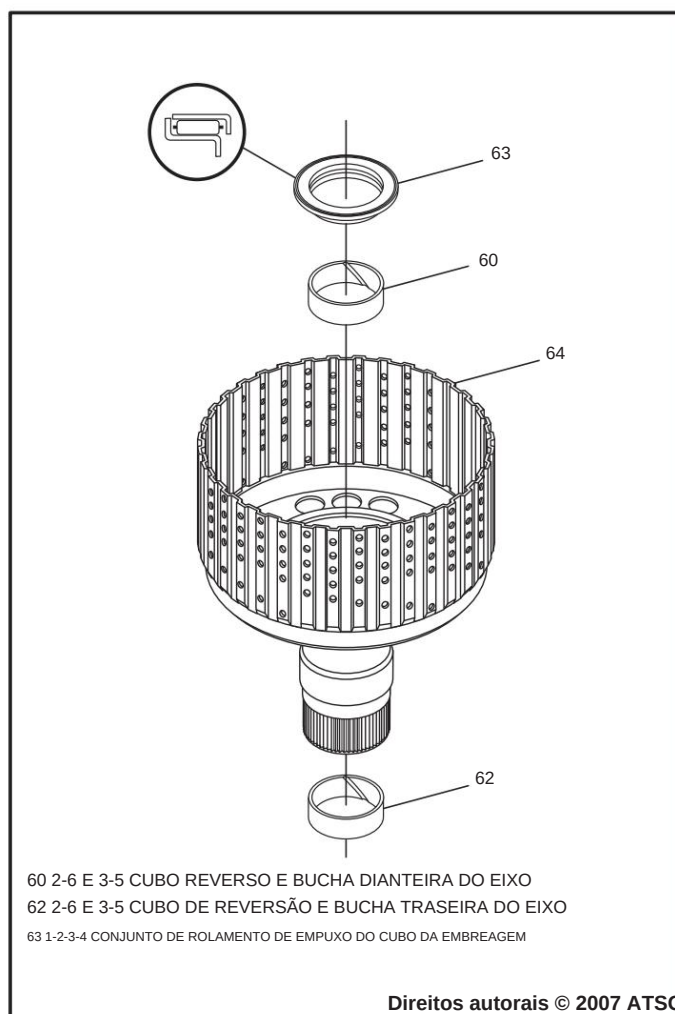

Figura 121
3. Instale novas buchas conforme necessário, conforme mostrado na Figura 121, usando chaves de bucha de tamanho adequado.
4. Instale o rolamento axial do cubo da embreagem 1-2-3-4, conforme mostrado na Figura 121, e retenha-o com uma pequena quantidade de Trans-Jel®.